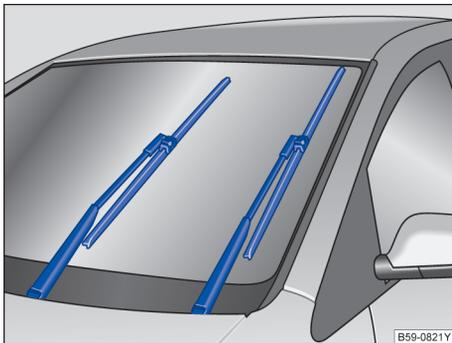

图 187 处于保养位置的刮水片
- 将风窗玻璃刮水器拨杆向下拨至点动刮水位置。使刮水器处于保养位置→图 187。